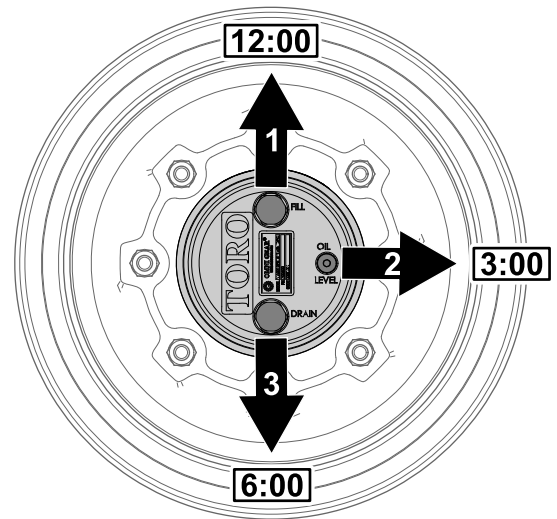

図 66
1. 水平な床面で、補給プラグが時計の 12 時の位置、点検プラグが 3 時、ドレンプラグが 6 時の位置を指すように駐車する 図 66。
2. 3 時の位置にある点検プラグを外す 図 66。
1. 水平な床面で、補給プラグが時計の 12 時の位置、点検プラグが 3 時、ドレンプラグが 6 時の位置を指すように駐車する 図 66 プラネタリギアオイルの点検 \(ページ 47\) を参照。